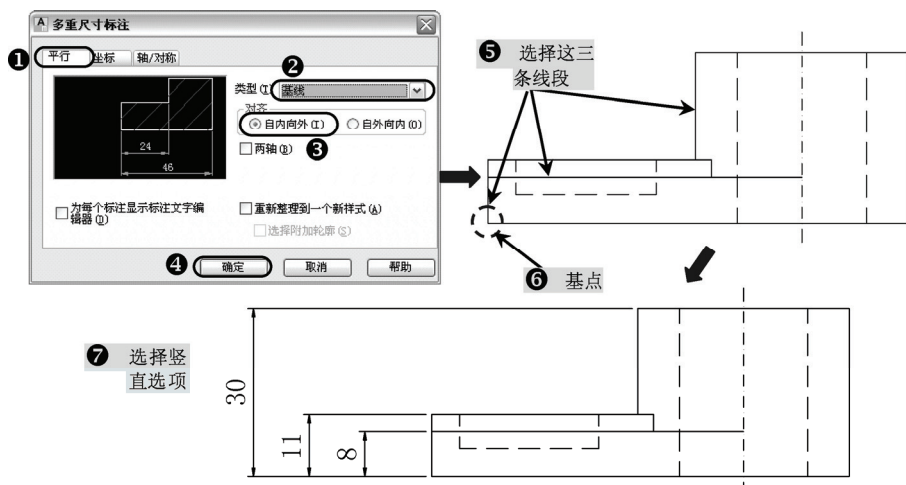

图 4-35 竖直多重标注
2) 在“常用/图层”中选择“粗实线”图层，使之成为当前图层。执行“多重标注”命令(amautodim)后，弹出“多重尺寸标注”对话框，依次选择“平行|基线|自内向外”，确定，依图示选择要标注的线段，再选择基点，选择“竖直”选项，对“主视图”进行高度方向标注，如图 4-35 所示。